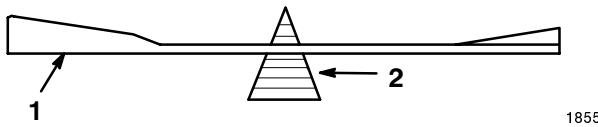

Abbildung 38
2. Die Auswuchtung des Schnittmessers auf einer Messerwaage überprüfen (Abb. 38). Wenn das Schnittmesser in horizontaler Position bleibt, ist es ausgewuchtet und kann wiederverwendet werden. Wenn das Schnittmesser nicht ausgewuchtet ist, an der Rückseite des Messers etwas Metall abfeilen. Diesen Vorgang wiederholen, bis das Messer ausgewuchtet ist.